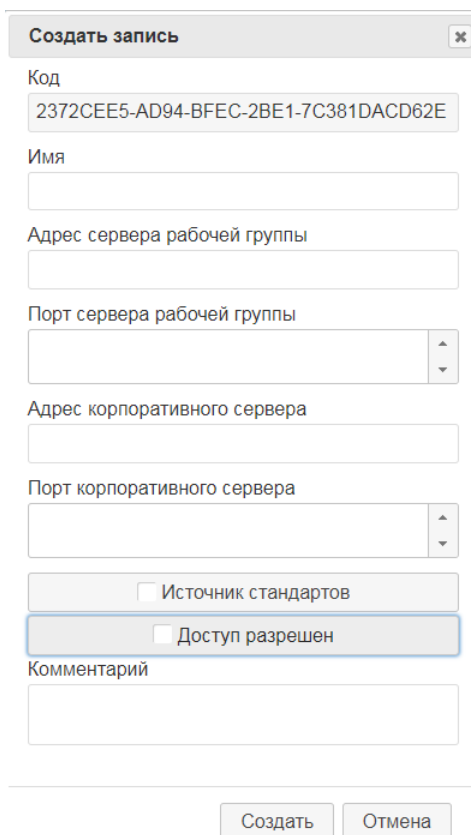

Рис. 16 Указание параметров для рабочих групп (Work Group)
2. Заполните поля, показанные на Рис. 16 в окне «Создать запись», следующим образом: